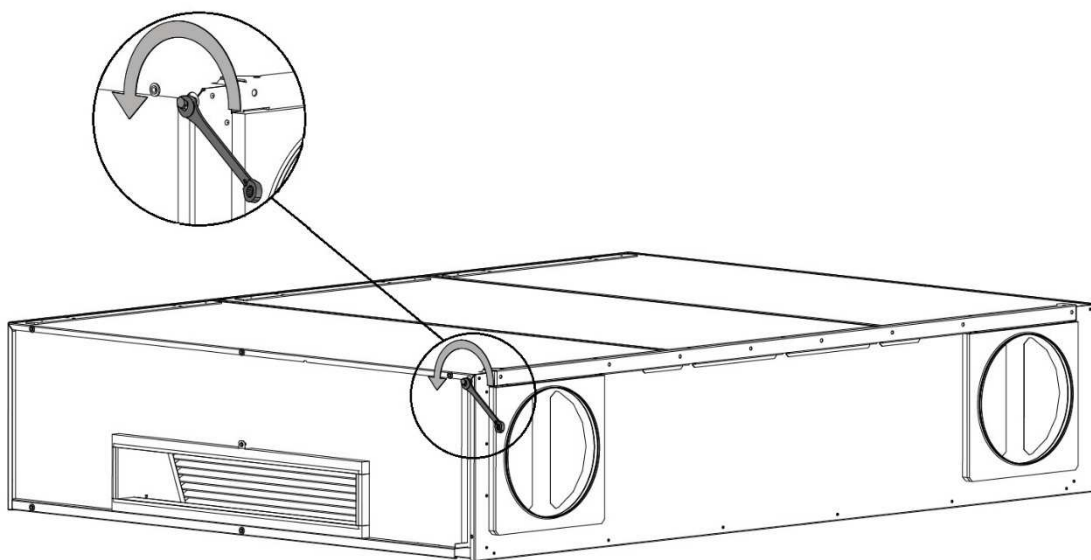

Abbildung 9: Hintere Halterung demontieren, linke Seite von hinten gesehen
2. Die rechte Seitenabdeckung demontieren, siehe Abbildung 9. Legen Sie die Abdeckung vorsichtig auf eine Schutzunterlage, um Kratzer auf der Oberfläche zu vermeiden.